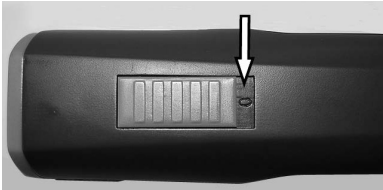

Fig. 4 Interrupteur position DESCO. («0»)
1. Meta el interruptor a la posición DESCO «0» (Fig. 4).